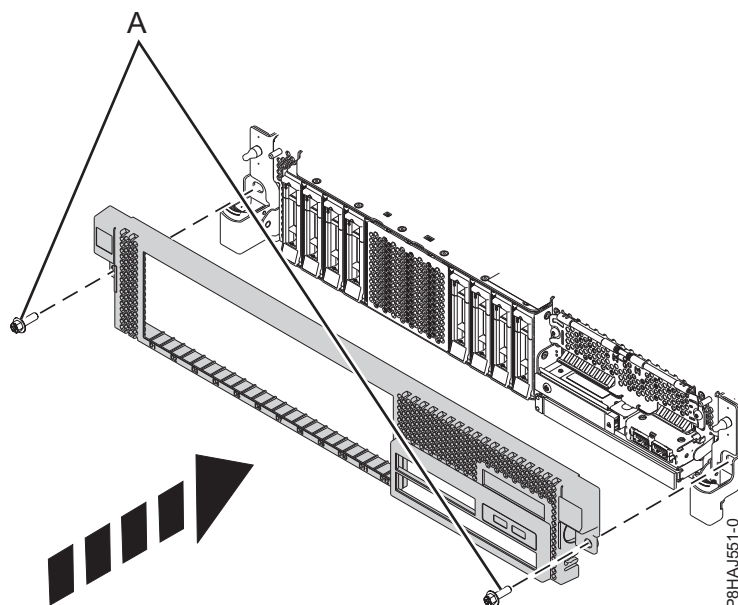

Abbildung 27. Vordere Abdeckung installieren
3. Verriegeln Sie die Entriegelungshebel in die in Abb. 27 auf Seite 45 dargestellte Richtung. Die Abdeckung schnappt ein und weist eine Vertiefung auf, an der Sie sie leichter festhalten können.
4. Bringen Sie die Transportschrauben (A) wieder an.